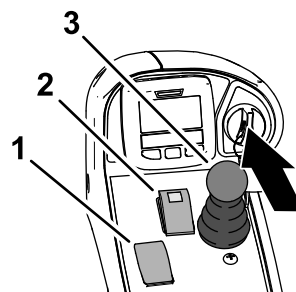

Рисунок 44
2. Убедитесь, что выключатель ВОМ установлен в положение ВЫКЛ (Рисунок 44).